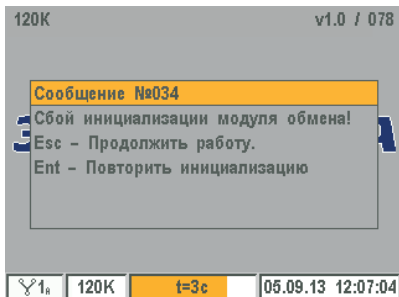

Рисунок 4.118 – «Сообщение №034».
4.6.11. Сообщение №034 «Сбой при инициализации модуля обмена». Если при запуске прибора произошел сбой инициализации встроенного модуля «Bluetooth», то будет выдано сообщение о сбое инициализации модуля обмена (рисунок 4.118).